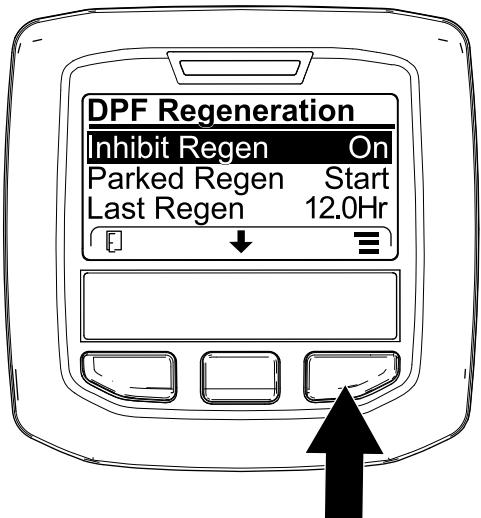
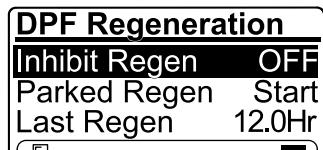

Figura 40
Figura 41
- Vaya al menú de Regeneración del DPF, pulse el botón central para desplazarse hasta la opción INHIBICIÓN REGENERACIÓN, y pulse el botón derecho para seleccionar la opción Inhibir regeneración (Figura 40).
- Pulse el botón derecho para cambiar el ajuste de Inhibir regeneración de Activado a Desactivado (Figura 40) o de Desactivado a Activado (Figura 41).